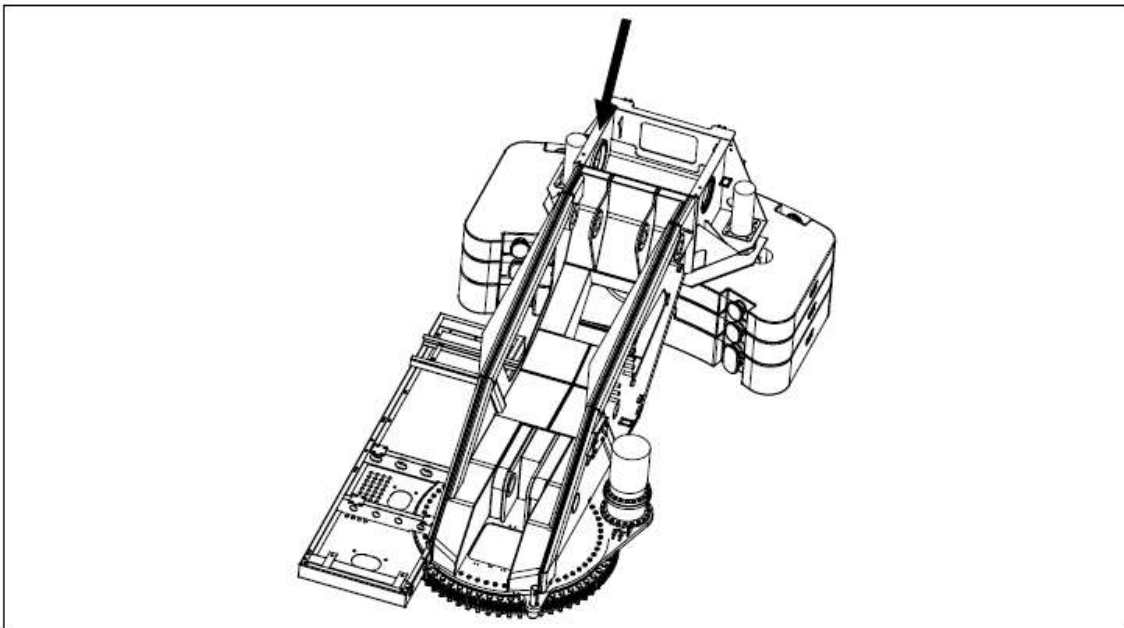

Fig.4-3.57 Corrija o cabo de aço auxiliar na borda da caixa de
1) Retire o bloco do gancho auxiliar. Como mostrado na Fig.4-3.57, afrouxe as porcas de fixação do cabo. Retire o cabo de aço em conjunto com a cunha da conexão cunha. Remova a conexão cunha do bloco do gancho auxiliar. O bloco do gancho auxiliar é assim removido.